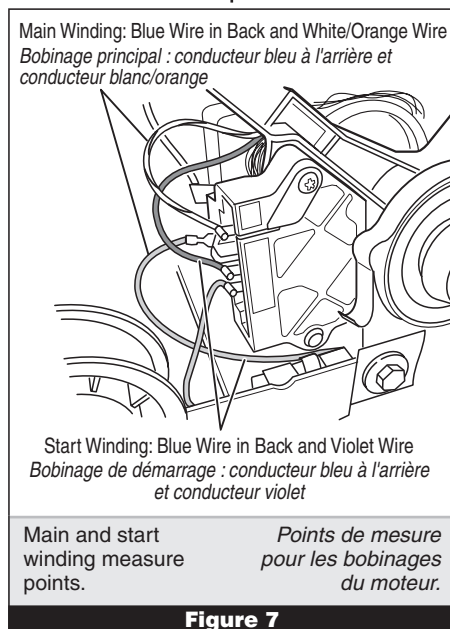

Figure 7
7. Using figure 7, check for the resistance values of the motor Main and Start winding coils as shown in the table below.
7. Voir la figure 7. Mesurer la résistance des bobinages principal et de démarrage (voir ci-dessous).